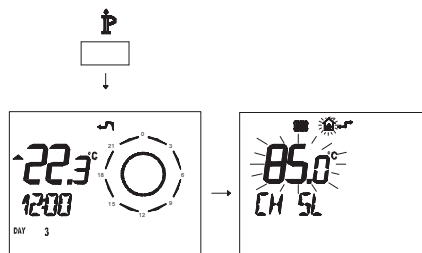

Рисунок 5.19
- Нажмите и удерживайте 3 секунды кнопку  , чтобы войти в режим **INFO** (Рисунок 5.19).